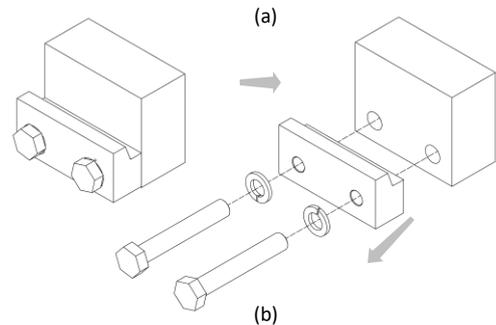

Abbildung 2
4. Entfernen Sie die unteren Haken vom Anbaugerät (siehe *Abbildung 2*).